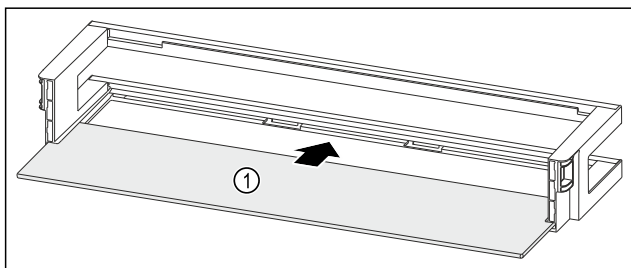

Fig. 204 Polica u vratima s policom za odlaganje
- ▶ Umetnite policu Fig. 204 (1) u bočna udubljenja.